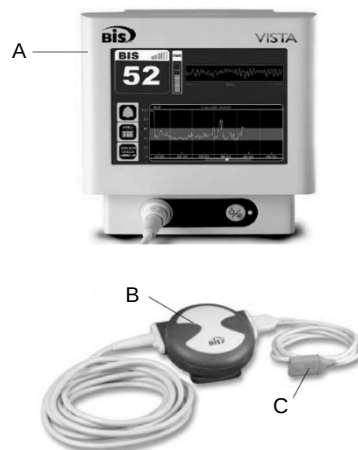

図 1
- BIS コンプリートモニタ(図 1 : A)
- BISx プロセッサ(図 1 : B)
- 患者インターフェースケーブル(図 1 : C)